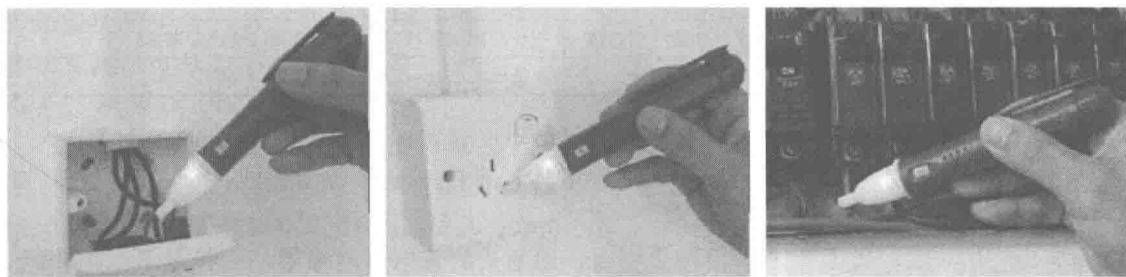

图 1-10 感应式试电笔应用示例
① 钢笔式试电笔的形状为书写用的钢笔,最大的优点是因为它有一个挂鼻,所以便于使用者随时随地随身携带。
② 螺丝刀式试电笔的形状为一字螺丝刀,可以兼作试电笔和一字螺丝刀用。
③ 感应式试电笔采用感应式测试,无需物理接触,可检查控制线、导体和插座上的电压或沿导线检查断路位置(特别适合于检查墙壁上暗敷设的导线),如图1-10所示。有的感